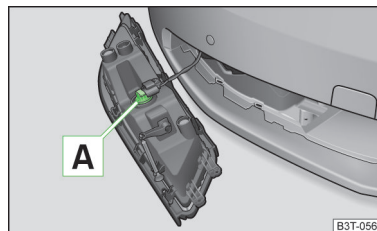

Fig. 209
- > Rotiți soclul becului **A** » fig. 209, până la limită, în sens antiorar și extrageți-l.